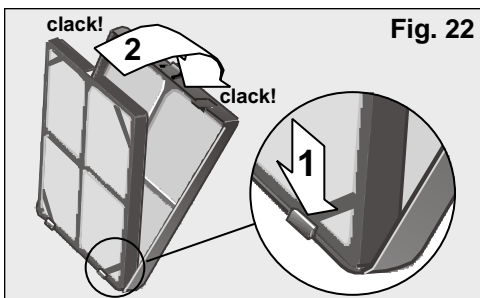

Fig. 22
- Introduisez le filtre double actif + positionneur dans le filtre de base comme indiqué dans la **Fig. 22**, en tenant compte que vous devrez en premier lieu l'emboîter dans les crochets inférieurs.